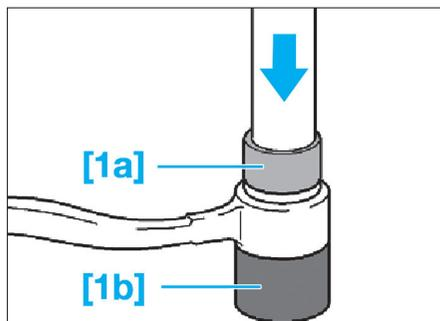

Fig. 30
• A l'aide d'une presse et les outils [1a] et [1b], chasser le silentbloc du bras de traction (Fig.30).